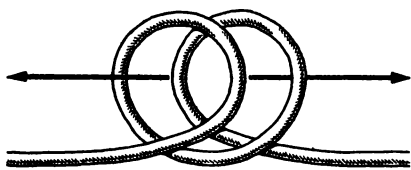

Рис. 89. «Пьяный» узел
**Затягивающаяся удавка** (рис. 89). Как и предыдущий, этот узел также называют эшафотным или «висельным» узлом. Но несмотря на это, он находит и другое применение в морском деле. Его используют при временном креплении троса за пла-
**«Пьяный» узел** (рис. 89). В этом разделе узлов имеются узлы с двумя затягивающимися петлями. Когда тянут одновременно за ходовой и коренной концы, петли затягиваются. Этот узел на Руси испокон веков назывался «пьяным»: видимо, его применяли для усмирения не в меру разгулявшихся людей, надевая петли на запястья рук за спиной и связывая концы на груди.